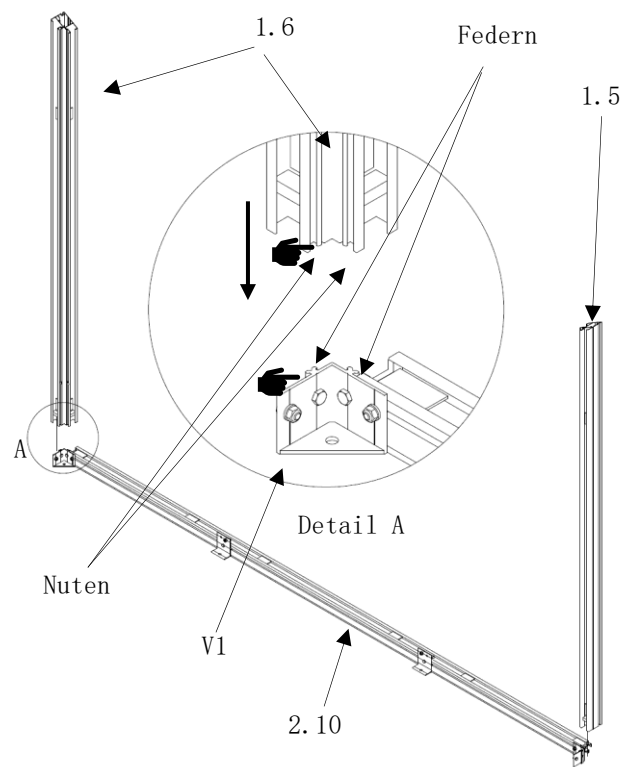

Abb. 10
- **Detail A:** In die Nuten der Rand-/Eckprofile (links/rechts) (Pos. 1.5/1.6) werden die „Federn“ der am Bodenprofil (Pos. 2.10) montierten Eckverbinder (Pos. V1) geschoben! (Abb.10)